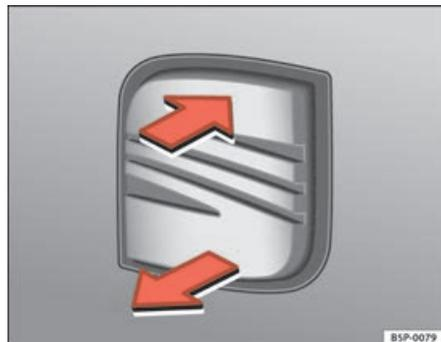
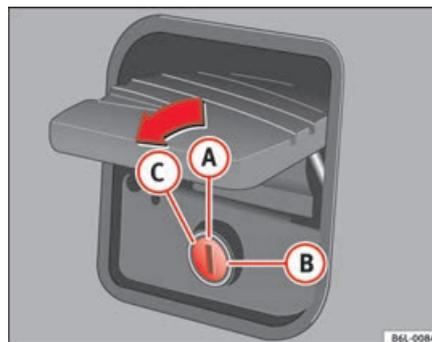

Fig. 50 Cofano vano bagagli: apertura dall'esterno
Fig. 51 Chiusura del portellone posteriore
- Tirare la maniglia e sollevare il cofano ⇒ fig. 50. Il foro della serratura deve rimanere in posizione verticale ⇒ fig. 51 (A).
Con l'occhio della serratura (A) ⇒ fig. 51 in posizione verticale, il portellone può essere aperto e chiuso automaticamente mediante la chiusura centralizzata. Il portellone può essere aperto e chiuso anche mediante la chiave.
Con l'occhio della serratura in posizione orizzontale (B) ⇒ fig. 51, una volta chiuso, il portellone posteriore resta bloccato in modo permanente e può essere aperto solamente con la chiave principale.
Per aprire il portellone è necessario girare la chiave fino in fondo (C) ⇒ fig. 51 nel senso della freccia. In questa posizione la chiave non può sfilarsi dalla serratura.